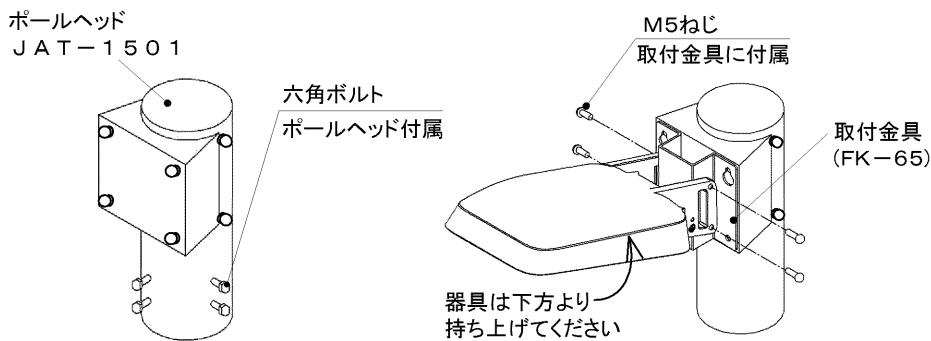

図7 ポールに取り付ける場合
●ポールヘッドに取り付ける場合(図7)
4. 取付金具の同梱ねじ4本にて、取付金具と器具を(図7)のように締め付けてください。